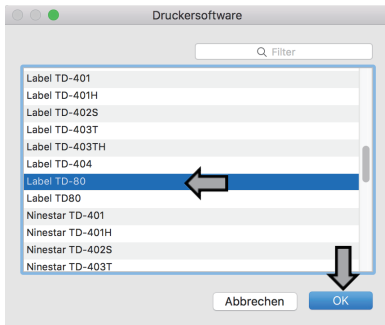

Fig.11
- ⑥ Navigieren Sie zur Auswahloberfläche „Druckersoftware“, ermitteln und wählen Sie den Treiber aus, der Ihrem Druckermodell entspricht. Klicken Sie auf „OK“ und anschließend auf „Hinzufügen“, um die Installation abzuschließen (siehe Abbildung 11 und 12).